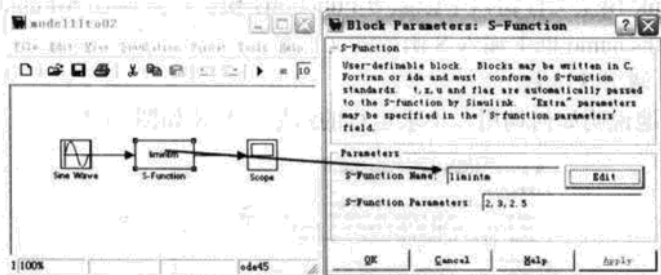
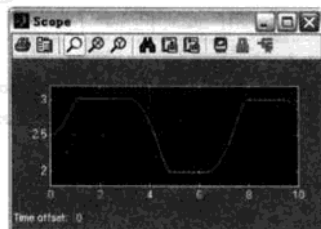

图 11.2 设定参数的 S 函数模型
图 11.3 运行结果
- (1) 建立模型如图 11.2 所示。
- (2) 双击 S-Functions 模块, 弹出参数对话框, 在 S-Functions Name 文本框中输入 limintm, 在 S-Functions parameters 文本框中输入 “2,3,2.5”, 然后单击 OK 按钮。
- (3) 运行 Simulink 模型。
- (4) 结果如图 11.3 所示。